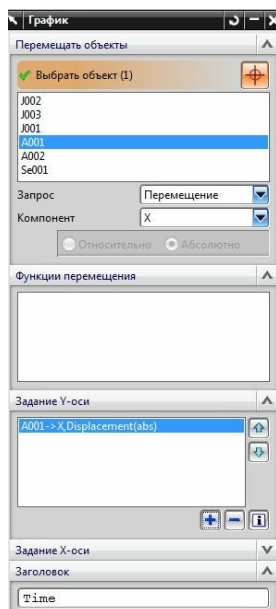
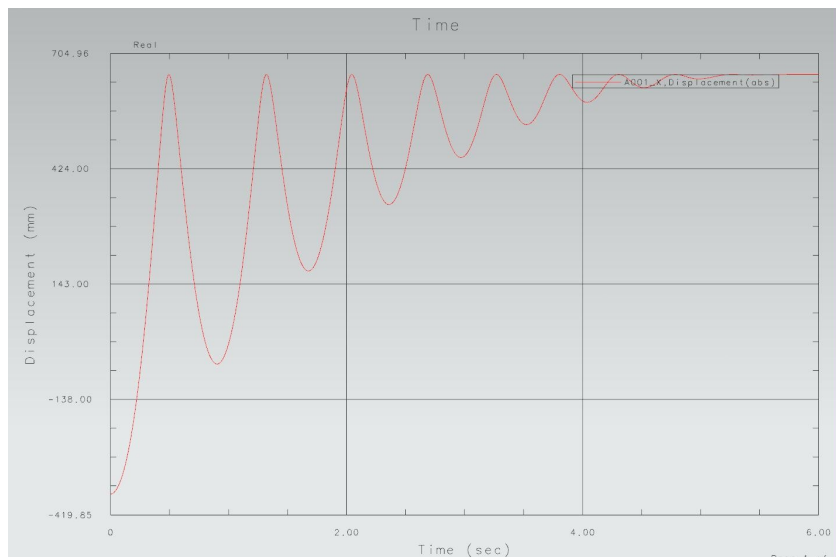

рис.43
Рис.46
•В ответ появится диалоговое окно рис.43.
•В верхней части этого окна перечислены все компоненты схемы, для которых можно построить графики. Сейчас нам важен наш маркер, имя которого мы запомнили – *A001*. Подсветим его строку как на рис.43.
•После этого внизу диалогового окна на рис.43 вы должны нажать на **синий плюсик**, и название будущего графика появится в нижней части этого окна (рис.43).
•А после ОК в диалоговом окне рис.43, на вашем экране система нарисует рассчитанный график (рис.46).
•Глядя на рис.46 нужно отметить: